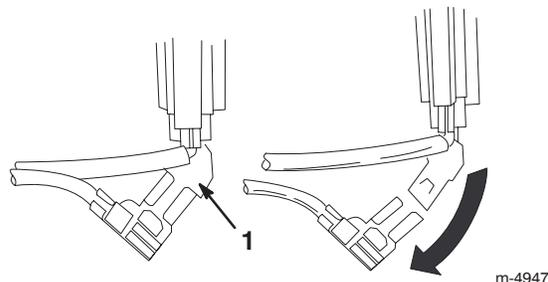

Bild 18
6. Klemmen Sie den grünen Erdungsdrahtclip unter dem Gashebel ab (Bild 18)